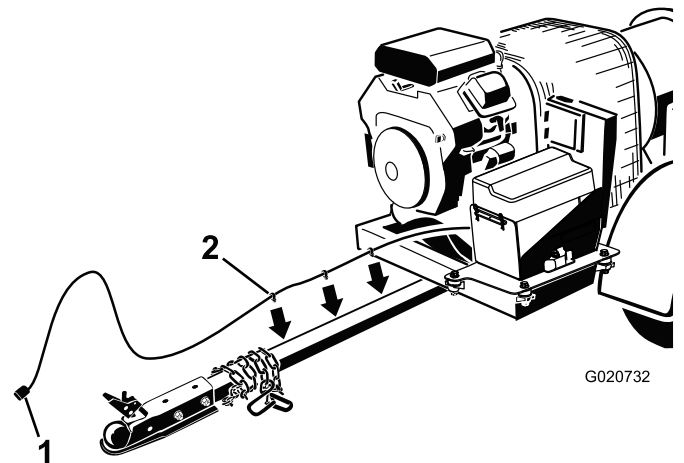

Figura 6
3. Pase el arnés de cables por el lado derecho de la barra del enganche (Figura 6).
4. Inserte los clips del arnés en los taladros del lateral de la barra del enganche para sujetar el arnés (Figura 6).